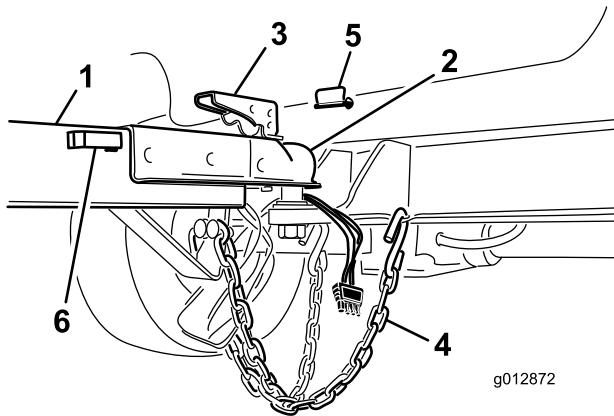

Рисунок 7
- Расположите соединитель жгута проводов в держателе трубы сцепного устройства (Рисунок 7).
- Поднимите рычаг сцепки на буксировочной штанге, одновременно опуская гнездо на шар сцепного устройства (Рисунок 7).
- Установите стопорный штифт для фиксации рычага сцепки (Рисунок 7).
- Расположите предохранительные цепи крест-накрест и прикрепите их к отверстиям на сцепном устройстве (Рисунок 7).